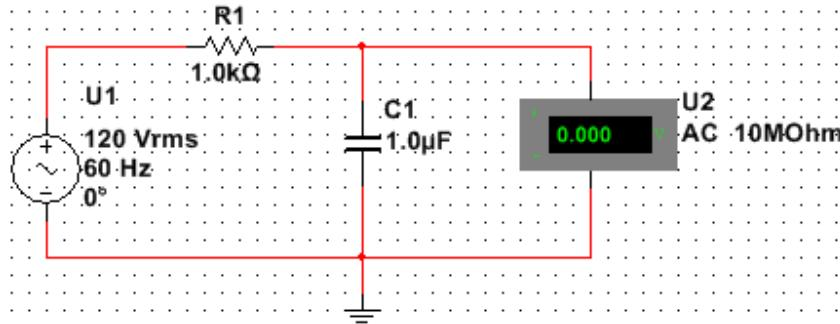

Рис. 2.6.1. Схема фильтра низких частот первого порядка
1. Соберите на рабочей области схему простейшего фильтра низких частот первого порядка (рис. 2.6.1), используя виртуальные компоненты.